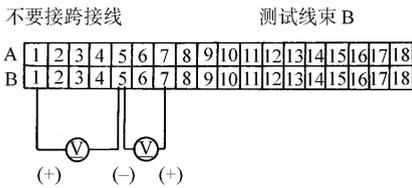

图 3-185 测量测试线束 B 的 B5 号 (-) 和 B7 号 (+) 接线柱之间的电压
<p>(4) 将电压表连接到 B5 号 (-) 和 B7 号 (+) 接线柱之间 (图 3-185)，测量电压应为 0.5V 或 0.5V 以下</p> <p>(5) 电压符合规定吗</p>	否 连接测试线束 C，然后进入第 3 步